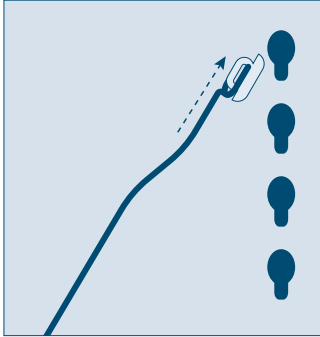

Bild 2
2. Zuerst oben die rechte Seite **1** einhängen, dann von Links oben **2** nach unten **5** einhängen. Für die oberen Einsteckhaken kann eine **2** Montagehilfe genommen werden (Bild 2 – 4).